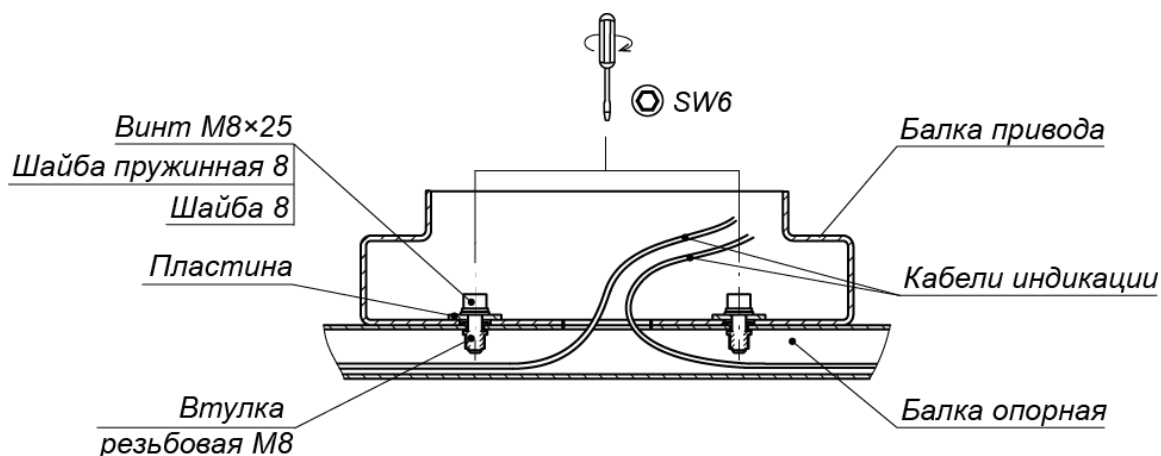

Рисунок 15. Крепление балки привода (8) с балкой опорной (7)
- Используя две стремянки, осторожно установите балку сверху на турникет, при этом две шпильки, расположенные на секциях (6) формирователя прохода, должны попасть в соответствующие отверстия в балке. Будьте внимательны – не повредите соединительные кабели!
- Придерживая балку, осторожно приподнимите ее со стороны стойки с преграждающими планками (5) и пропустите концы кабелей в соответствующие отверстия балки привода: кабели индикации (12) из балки опорной (7), а также кабели питания и управления из стойки с преграждающими планками (5) (для варианта прокладки внешних кабелей снизу). Временно закрепите их внутри балки (к примеру, с помощью скотча).
- Закрепите балку привода на секциях (6) формирователя прохода двумя гайками M10 с шайбами (см. рис. 15), накрутив их на шпильки с помощью торцового ключа S17. Затяжка гаек предварительная, для возможности регулировки положения.